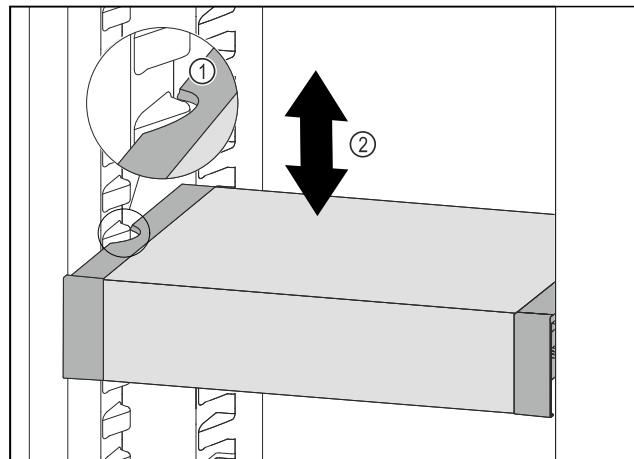

Fig. 126
- Predal VarioSafe povlecite v smeri naprej, dokler nista stranska izreza predala VarioSafe na višini nastavka za posodo v hladilniku. Fig. 126 (1)
- Predal VarioSafe premikajte v hladilniku gor ali dol, dokler ne dosežete želeno višino. Fig. 126 (2)